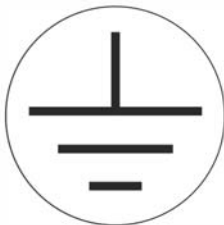

Figure 2.19 : Symbole du conducteur de protection
5. Connectez les trois conducteurs de réseau (L1, L2, L3) et le conducteur de protection à la plaque à bornes avec les repères correspondants. Le conducteur de protection est signalé par le symbole représenté sur la figure 2.19.